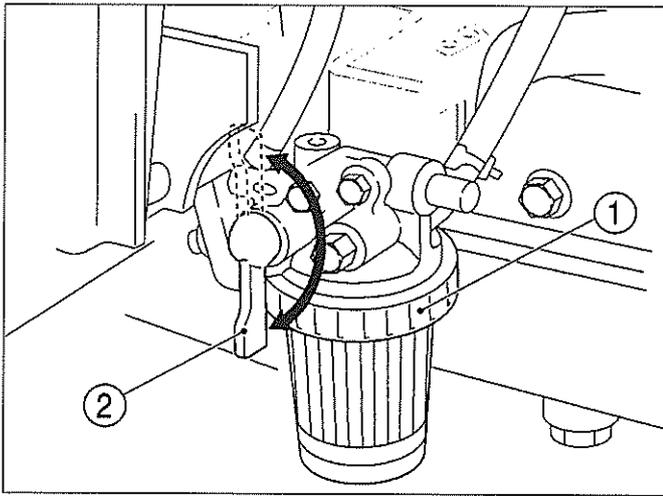

FIG. 55 / ABB. 55 / FIG. 55
FIG. 55 : Le filtre à carburant (1) est situé à droite du moteur et utilisé pour filtrer les impuretés du carburant avant que ce dernier n'atteigne la pompe d'injection. Le filtre à carburant comprend une vanne (2) pour faciliter son entretien.